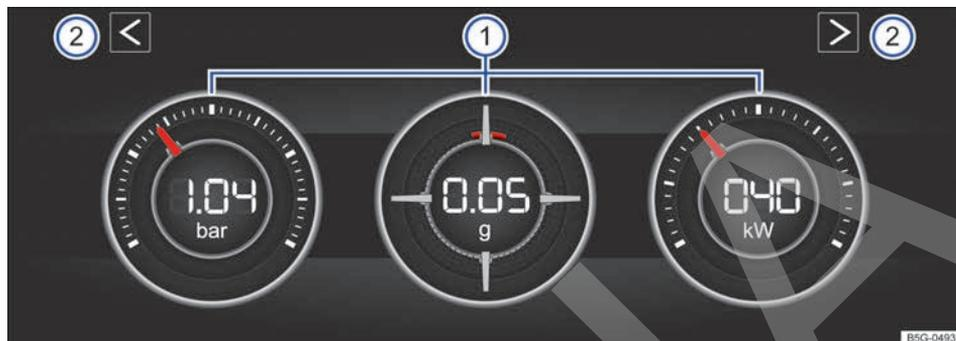

Fig. 21 En el sistema de infotainment: monitor de potencia (en función del equipamiento).
Leyenda de la fig. 21
La pantalla puede mostrar simultáneamente tres instrumentos, como máximo. Todos los instrumentos se pueden seleccionar indistintamente para cualquier área de visualización → fig. 21 ① (izquierda, central y derecha).
Este indicador → fig. 21 ① (a la izquierda) muestra la presión en el tramo comprendido entre el turbocompresor y el motor (en la unidad "bar"). Cuanto más a la derecha se encuentre la aguja en la escala, más potencia entregará el motor.
- **Medidor de la aceleración (acelerómetro):** El medidor de la aceleración (acelerómetro) → fig. 21 ① (en el centro) muestra en la zona central el valor de la aceleración (en la unidad "g"). La marca roja de la zona con forma reticular muestra la fuerza de la aceleración y la dirección de la fuerza que actúa (en dirección opuesta según las leyes físicas). Si, p. ej., se gira hacia la izquierda, la marca roja se mueve en la zona derecha del instrumento (y viceversa). ▶
- **Indicador de potencia:** El indicador de potencia → fig. 21 ① (a la derecha) muestra la potencia del motor solicitada en formato digital y en la escala circundante (en kW).
- En el monitor de potencia, pulse una de las flechas → fig. 21 ② para cambiar al cronómetro.
Con las flechas → fig. 21 ② o → fig. 22 puede cambiar en todo momento entre el cronómetro y el monitor de potencia.